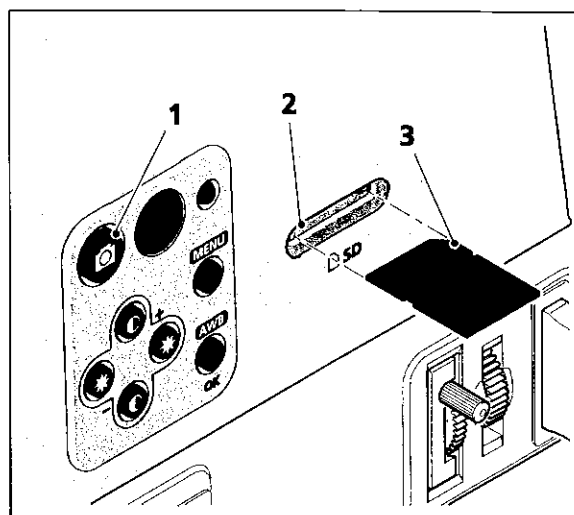

Bild 6 SD- / SDHC-Karte einsetzen
- SD- / SDHC-Karten-Schnittstelle (Bild 6/2) zum Speichern der Bilddaten, siehe Abschnitt 3.3.3.1
- Eine SD- / SDHC-Karte (Bild 6/3) in die Kartenaufnahme (Bild 6/2) des Binokulartubus 30°/20 schieben.
- Die **Snap**-Taste (Bild 6/1) kurz drücken, um ein Foto aufzunehmen.
- Die **Snap**-Taste (Bild 6/1) länger drücken, um eine Videoaufnahme zu starten. Das erneute kurze Drücken der **Snap**-Taste beendet die Videoaufnahme.